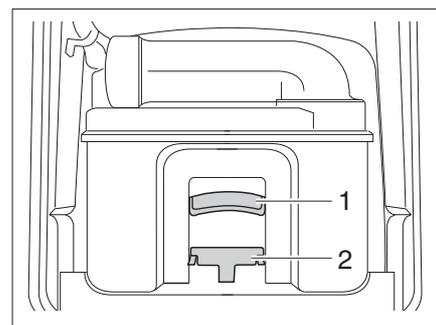

Fig. 144 Cassette Thetford
- Tirer l'étrier de fixation (Fig. 144,2) vers l'avant afin de déverrouiller la toilette à cassette et extraire la cassette par la poignée (Fig. 144,1).